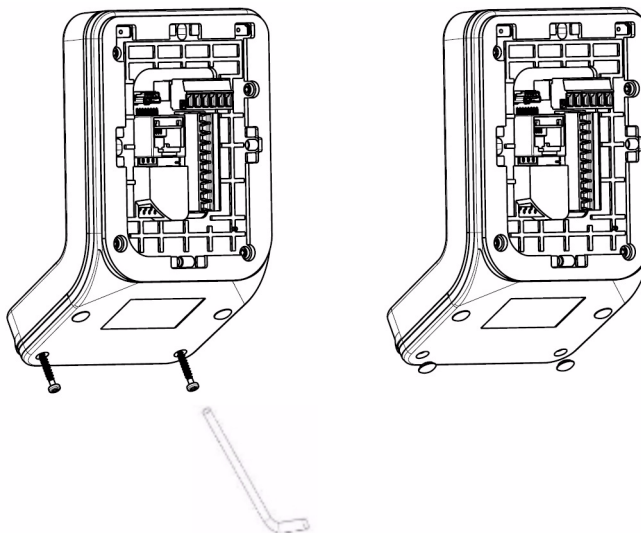

Figure 3.24: Fixation de la face avant fumée
13. Fixer la face avant fumée sur le corps du terminal à l'aide de 2 vis M2,5X14 et de la clé Torx coudée. Placer les 2 bouchons de vis en caoutchouc sur les 2 têtes de vis M2,5X14 (voir Figure 3.24).